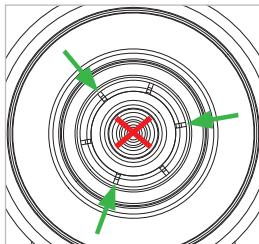

Figure 15
- ▶ Vaporisez brièvement une fois le lubrifiant avec le petit tube entre chaque deuxième pince de serrage (*Figure 15*).
Attention : le lubrifiant ne doit pas être vaporisé dans la conduite de gaz (*Figure 15*).